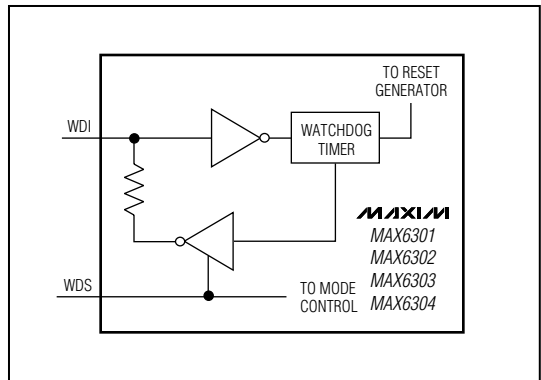

図8. ウォッチドッグ入力構造
**Note 4:** The sink/source is supplied through a resistor, and is proportional to  $V_{CC}$  (Figure 8). At  $V_{CC} = 2V$ , it is typically ±24μA.
延長モード(WDS = VCC)では、WDI入力は内部で、ウォッチドッグカウンタからバッファと直列抵抗を通して駆動されます(図8)。WDIが無接続のままだと、ウォッチドッグタイマはウォッチドッグタイムアウト期間内に、カウンタからの非常に短いロー・ハイ・ローパルスによって動作します。ウォッチドッグ入力電流を最小限に抑えたい場合(全体的な消費電力を最小限に抑えたい場合)は、ウォッチドッグタイムアウト期間の大部分の間WDIをローの